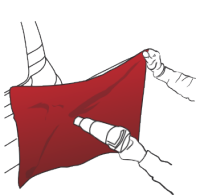
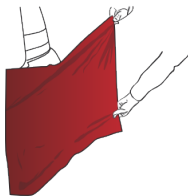

Abbildung 10
Abbildung 11
- › Folie auf 40 °C bis 50 °C erhitzen (Abb. 10) und so spannen, dass die konvexe Fläche vollständig bedeckt wird. (Abb. 11)